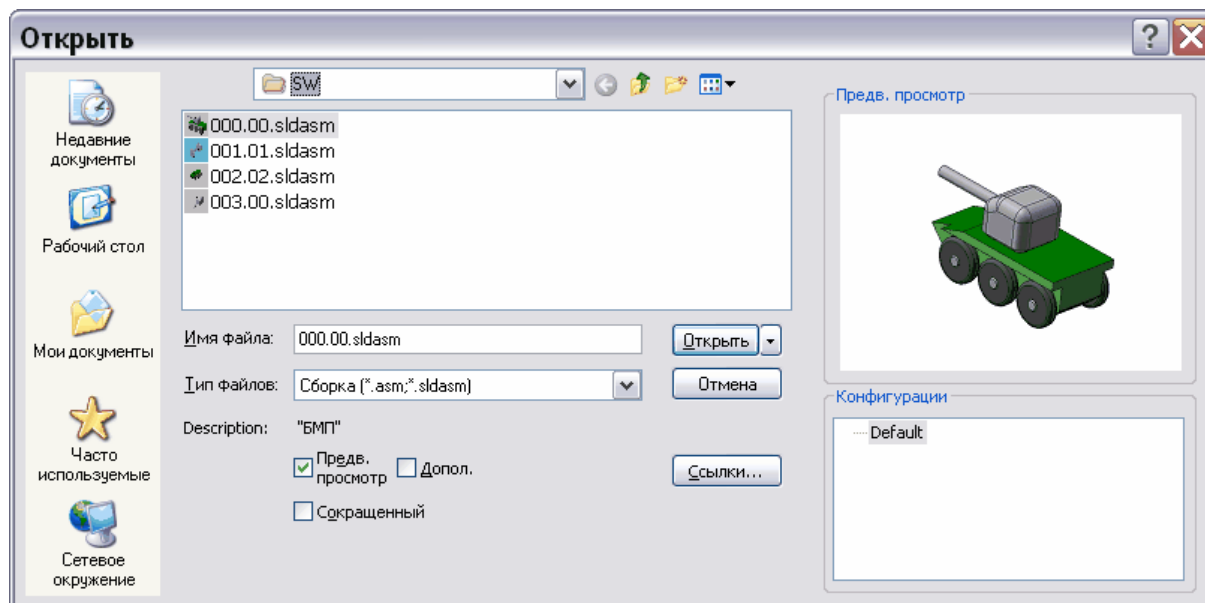

Рис. 77
2. В PropertyManager (Менеджере свойств) **Вид модели** нажмите на кнопку **Обзор**. При этом в окне **Открыть** появятся имена рабочей папки и находящихся в ней файлов. Выберите из рабочей папки файл с моделью «БМП» **000.00.sldasm** и нажмите на кнопку **Открыть** (Рис. 77).